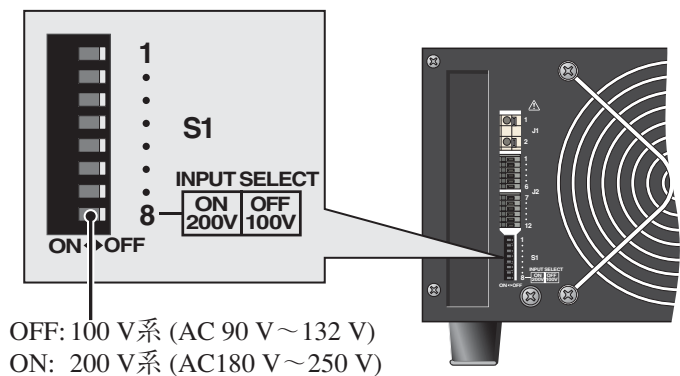

図 3-1 電源投入前の後面パネルの設定
3. 後面パネルの S1 スイッチの設定を確認します。図 3-1 および表 3-1 を参照してください。